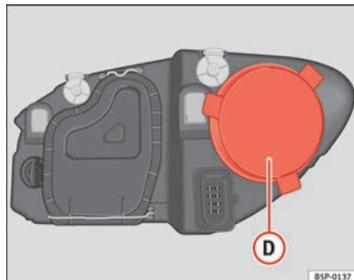

Fig. 191 Luz de presença
- Retirar a tampa ⇒ Fig. 191 **D**, puxando-a.